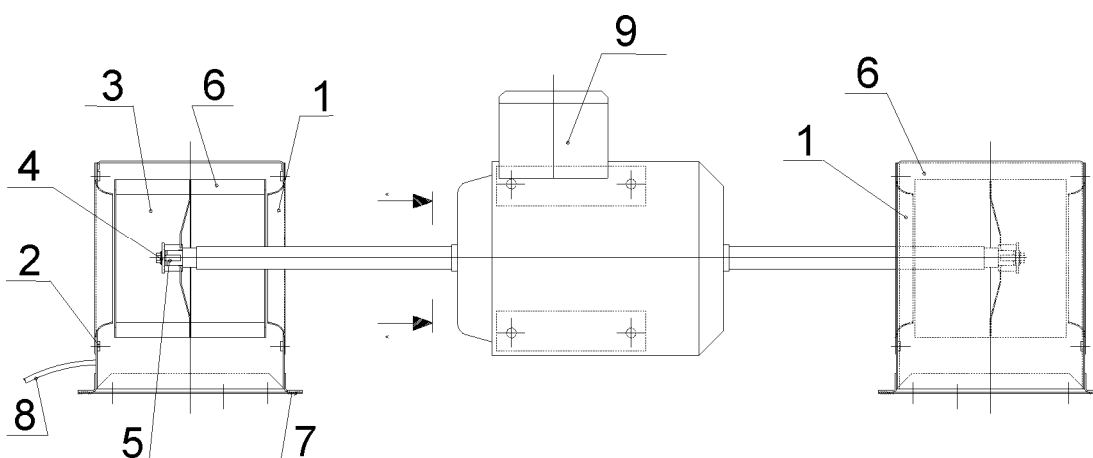

Figura D-6. Desmontaje/montaje del tren de ventilación
- Desmontaje (Figura D-6)
- Desmontar el tubo de toma de presión (8) del presostato diferencial de aire.
- Desmontar el oído de aspiración de la parte exterior (1) de cada evoluta quitando los tres tornillos M4 x 12 (2) de fijación de los mismos.
- Desmontar cada uno de los rodetes o ventiladores centrífugos (3) quitando el tornillo M5 x 20 (4) de fijación horizontal al eje del motor y aflojar el tornillo prisionero (5) de cada rodete para liberarlos y extraerlos de las evolutas (6).
- Desmontar las evolutas (6). Para ello quitar los 4 tornillos M5 x 15 (7) de cabeza avellanada localizados en el lado de impulsión de aire, y los dos tornillos M6 x 15 cabeza hexagonal (8) del soporte evoluta, situados en el lado de la batería evaporadora.
- Abrir la caja de bornas del motor (9) y desconectar los cables de alimentación, tomando nota de su posición para conectarlos correctamente en el montaje. Desconectar también la toma de tierra.
- Montaje (Figura D-6)